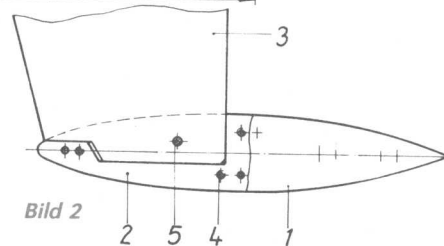

Bild 2
Bild 2 zeigt eine weitere Befestigungsart. Hierbei besteht der Ballast (1) aus einem 10 mm dicken Mittelstück (2), in das die Kontur des Kieles (3) eingearbeitet ist. Als Material benutzte ich Aluminium. Die seitlichen Formstücke aus Blei werden mit dem Mittelstück verschraubt (4), wodurch eine feste Verbindung entsteht. Nach der Bearbeitung